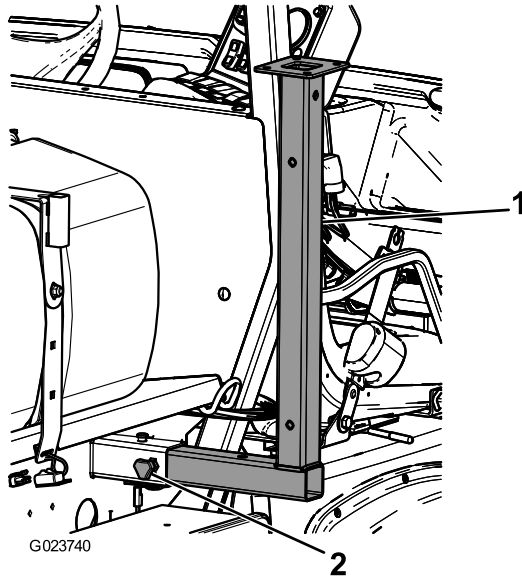

Figura 49
1. Inserte las patas de apoyo delanteras boca abajo en el bastidor cerca de los puntos de amarre delanteros (Figura 49).